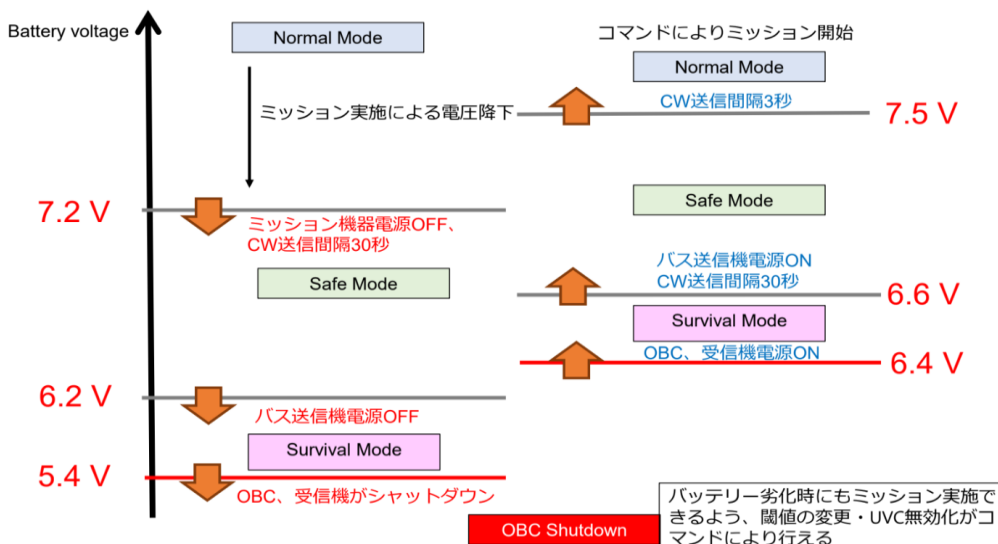

Figure 3 UVC の概要図
- 現在のバッテリー電圧が Safe モード移行閾値（Figure3 の 6.6V）を上回っており、現在の UVC レベルが「レベル 2」の場合